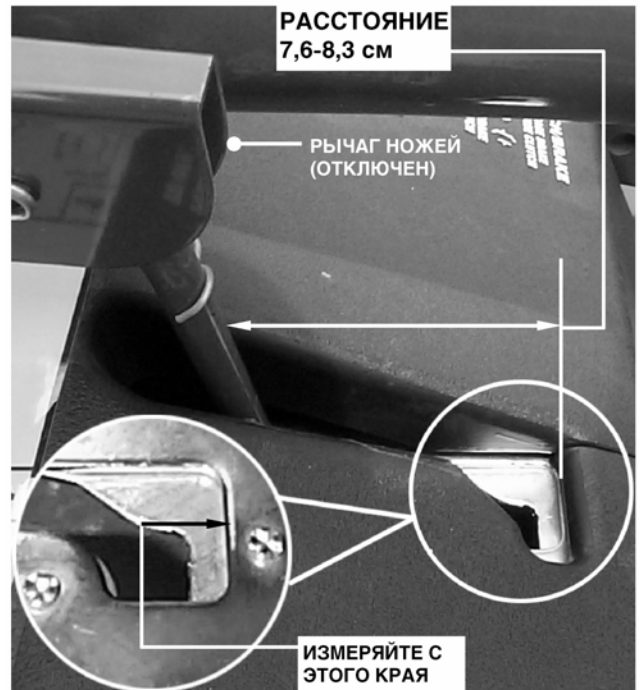

Рис. 4.1
Автоматический тормоз ножа должен остановить нож в течение 3 секунд после отключения привода ножа (рычаг ножа переведен в положение OFF – выключено или отпущены педали привода ножа). Когда тормоз ножа отрегулирован должным образом, зазор между рычагом ножа и краем защелки должен составлять 7,6-8,3 см. Проверьте это расстояние, отключив рычаг ножа, как показано на рис. 4.1. Выполните следующие измерения и регулировки.
1. Рычаг ножа должен быть отключен. Измерьте расстояние между передней частью рычага ножи краем защелки. Оно должно быть в пределах 7,6-8,3 см. См. рис. 4.1. Если расстояние не соответствует вышеуказанному, переходите к шагу 2.